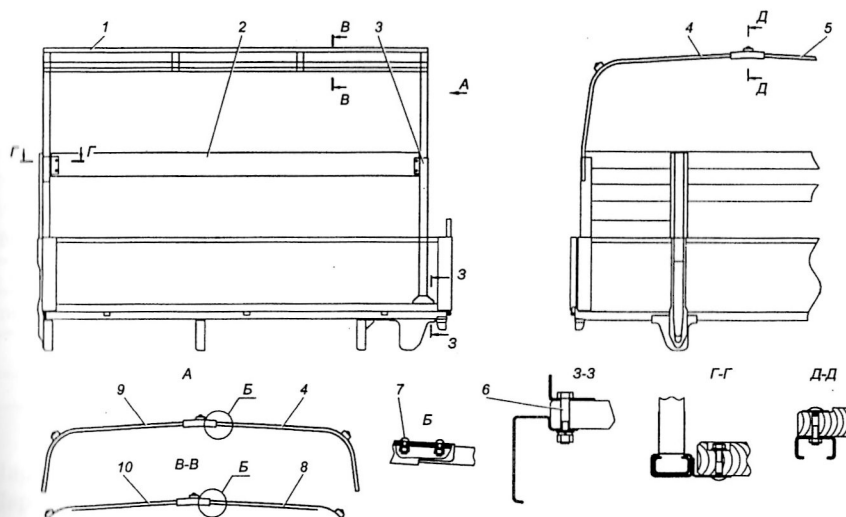

Рис. 12.3. Установка деталей каркаса тента:
1. Установить стойку 3 (рис. 12.3) с левой стороны платформы и стойку тента среднюю правую (на рис. не показана) с правой стороны, предварительно вывернув болты 6 из настила пола. После установки стоек закрепить их этими же болтами.